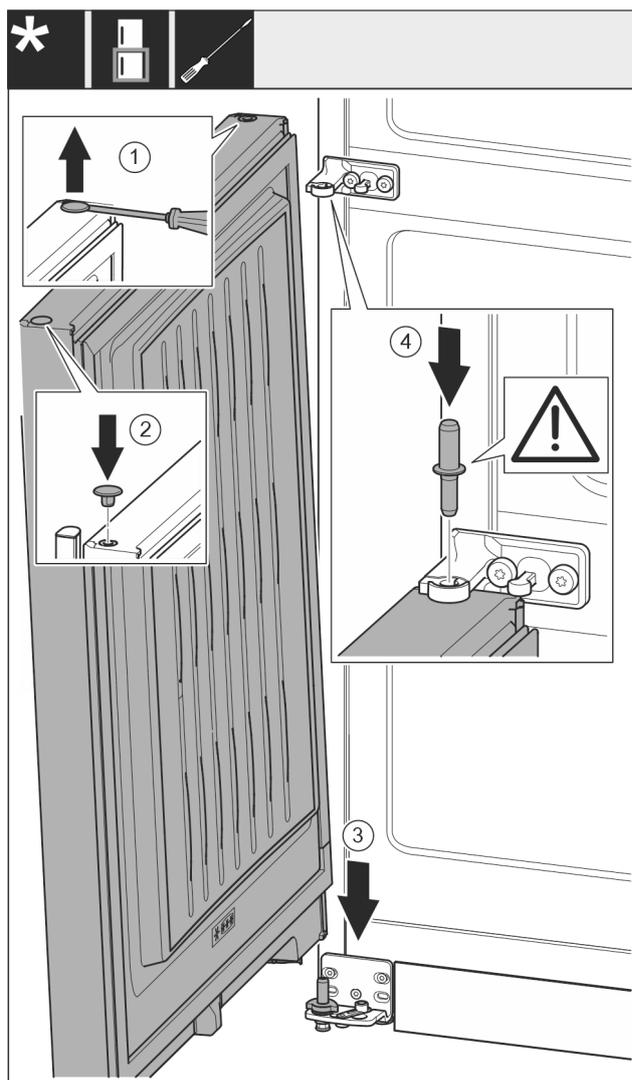

Fig. 18
- ▶ Soulever délicatement le bouchon avec un tournevis plat et le sortir. Fig. 18 (1)
- ▶ Remettre en place le bouchon de l'autre côté de la porte. Fig. 18 (2)
- ▶ Mettre la porte par le haut sur l'axe de palier inférieur. Fig. 18 (3)
- ▶ Mettre en place l'axe de palier du milieu à travers le support de palier du milieu dans la porte inférieure. Veiller à ce que l'ergot d'enclenchement soit orienté en arrière. Fig. 18 (4)